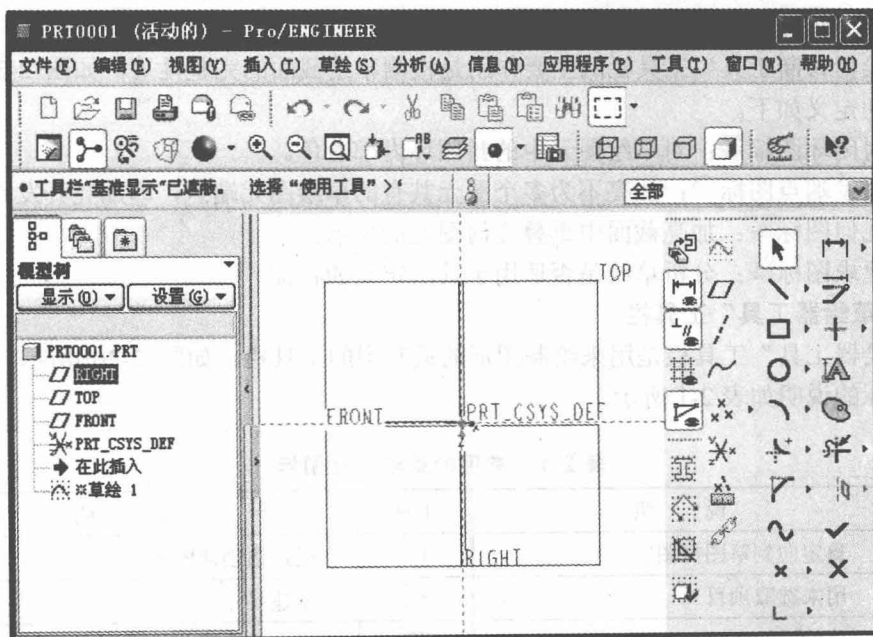

图 2-2 草绘工作窗口
(1) 开启任意模型，单击“基准”工具栏中的“草绘工具”图标，弹出【草绘】对话框。
(2) 单击选择工作窗口中的任意基准平面(如 TOP 基准面)作为草绘平面，系统会自动设置相关的参照。
(3) 单击对话框中的按钮，系统进入草绘模式，显示出“草绘”工作窗口，如图 2-2 所示，就可以绘制我们需要的二维截面草图了。当然，也可以在拉伸或旋转命令的内部建立草绘特征。
(4) 完成草绘截面后，再单击“草绘器工具”工具栏中的图标，退出草绘模式。